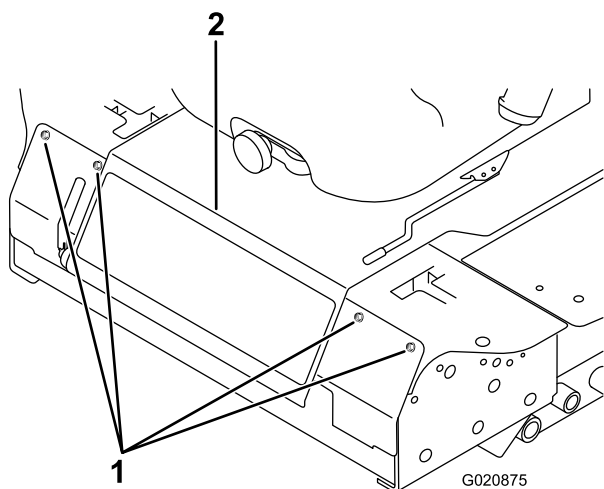

図 55
3. 前パネルを止めているボルトを外して前パネルを外す (図 55)。